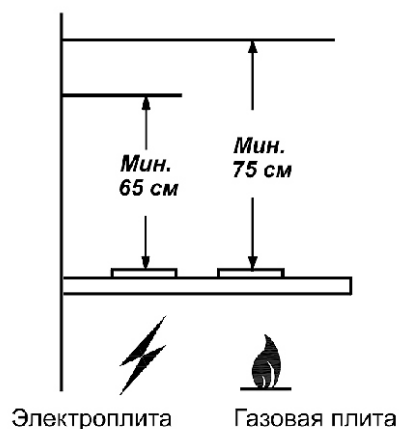

рис. 1
1.2 Вытяжку устанавливайте над плитой, как показано на рис. 1.
- при установке кухонной вытяжки соблюдайте указания п. 1.2 (рис. 1);
4.6 Устанавливайте кухонную вытяжку над плитой в соответствии с рис. 1.